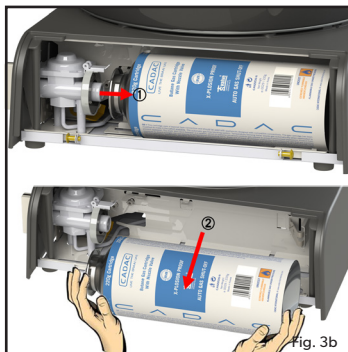

Fig. 3b
- Abra la tapa del cartucho y retire el cartucho en posición horizontal (como se muestra en la Fig. 3b).